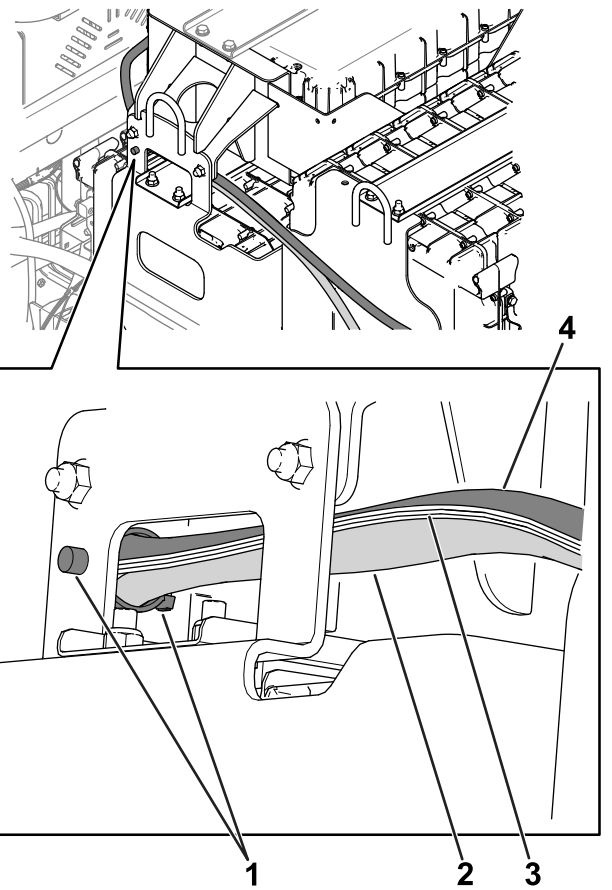

Bild 10
6. Befestigen Sie die Akkukabel und den Datenschnittstellenkabelbaum mit einem Druckverschluss am Akkufach (**Bild 10**).